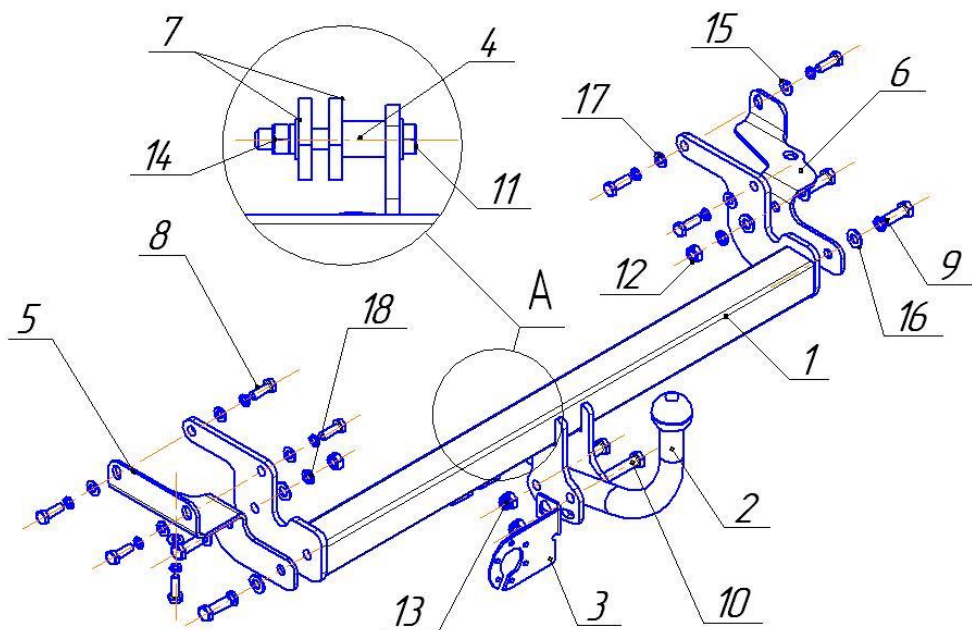

Рис.1 Установка на автомобиль
- Закрепить ТСУ поз.1 (Рис.1) к лонжеронам автомобиля крепежными элементами поз.8,15,17 и к буксировочной проушине крепежными элементами поз.4,7,11,14,16,18 (не затягивать!);